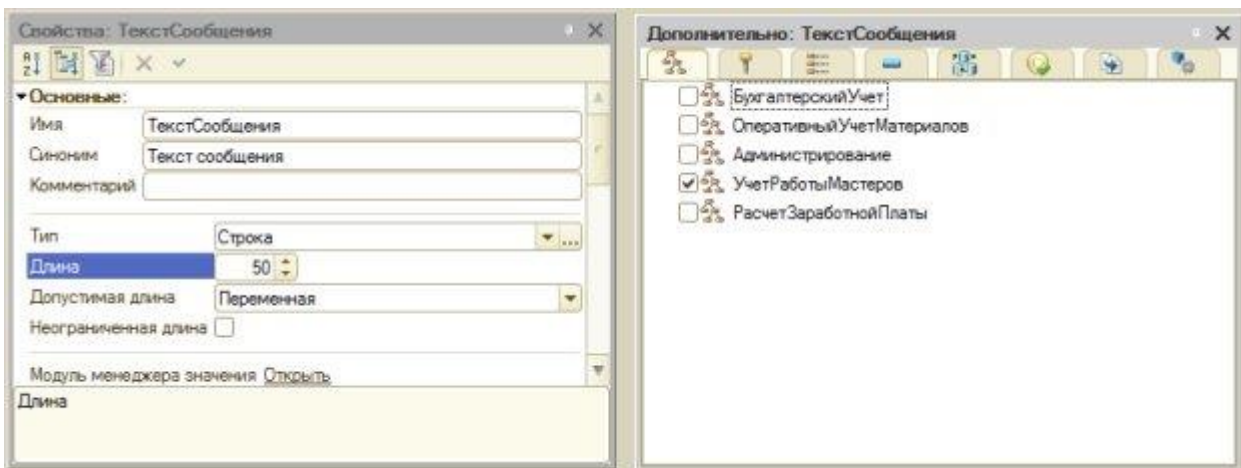

Рисунок 5.1- Настройка параметров новой константы
1. Создадим новую константу (Рисунок 5.1.), заполним ее параметры следующим образом: